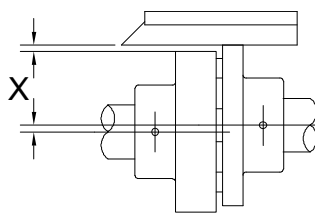

Fig. 21
- 9 - Verificar o paralelismo em vários pontos (por exemplo, a 90° um do outro) através de uma régua encostada à circunferência externa das duas semi-juntas (consultar a fig. 21).